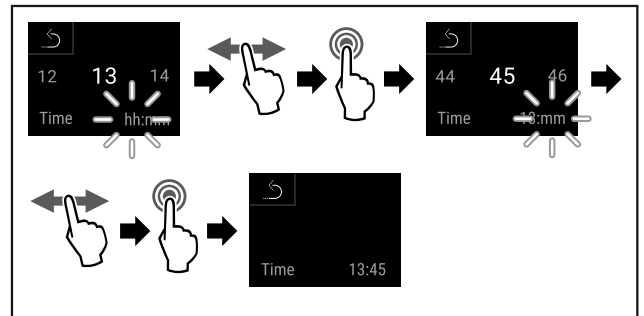

Fig. 56
- ▶ Seguir los pasos de procedimiento (consulte Fig. 56).